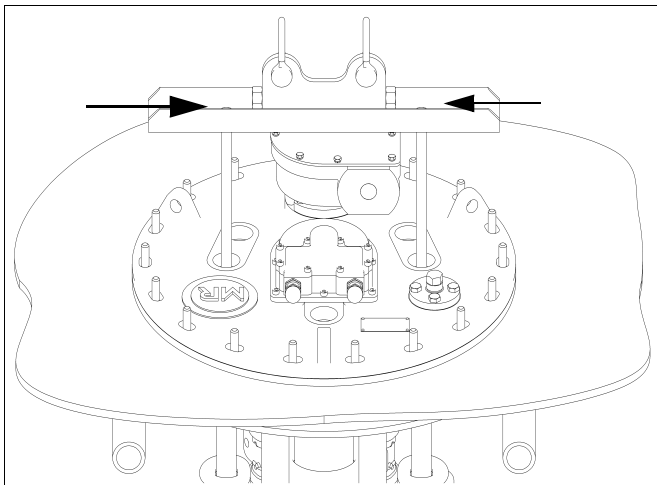

рис. 114 Установка подъемной траверсы
17)Установите подъемную траверсу (Md=10 Нм, рис. 114).